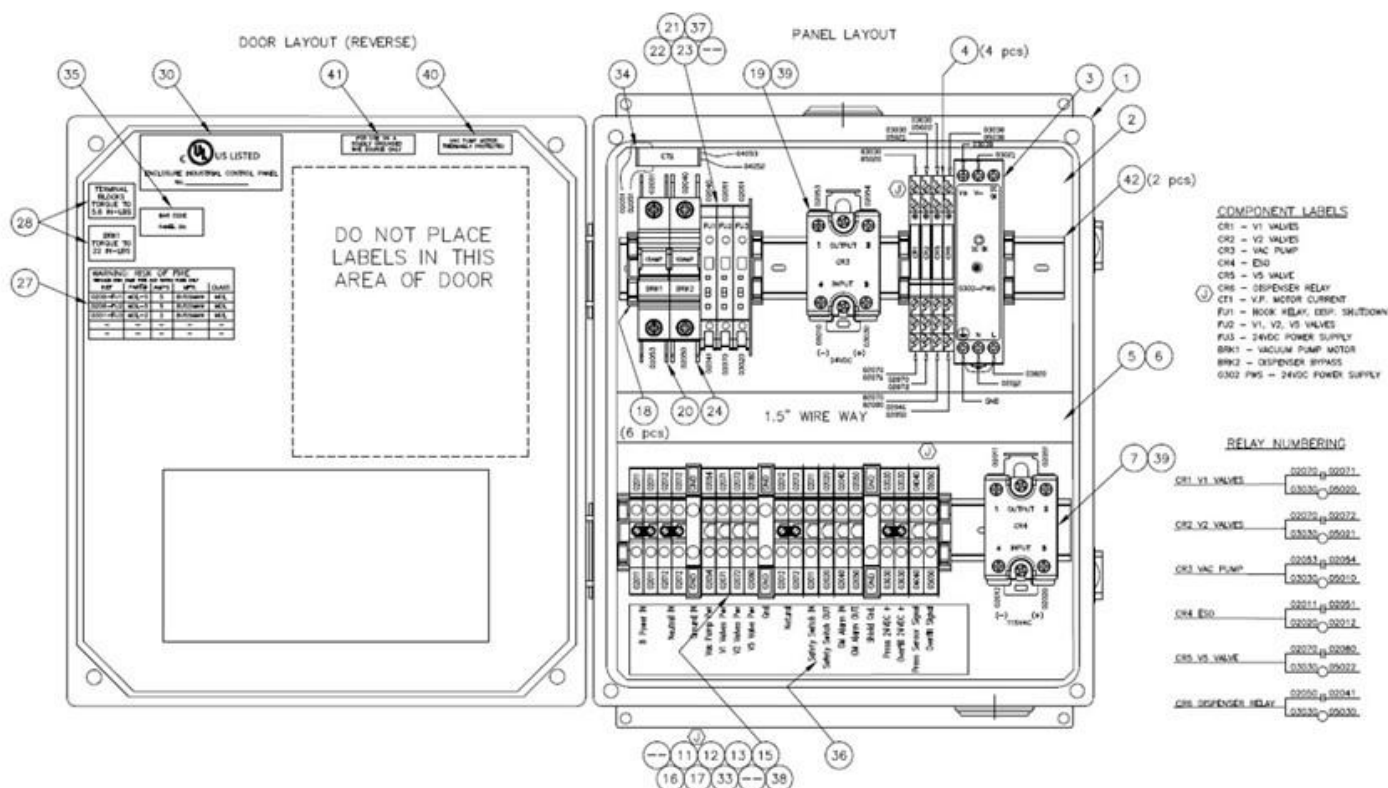

Figura 8-21: Componentes eléctricos del panel de control del VST
1.	Compruebe si se ha desconectado el disyuntor de la bomba de vacío (BKR1) en el panel de control. Vea la Figura 8-21. a) Ingrese a la pantalla de Mantenimiento usando el código 878 para deshabilitar el GREEN MACHINE. b) Abra la puerta delantera del panel de control. c) Compruebe el disyuntor BRK1 para ver si se desconectó: ● Si la palanca del disyuntor está hacia arriba y la ventana está en ROJO, el disyuntor no se ha desconectado. ● Si la palanca del disyuntor está hacia abajo y la ventana está en VERDE, el disyuntor se ha desconectado. d) Si el disyuntor no se ha desconectado, vaya al Paso 2. e) Si el disyuntor de la bomba de vacío se ha desconectado, mueva la palanca hacia arriba para reiniciar el disyuntor. f) Presione el botón Clear Motor Alarm para que la alarma se reinicie. Vea la Figura 8-17. g) Presione HOME en el PLC para regresar a la pantalla principal y se borrará la alarma. h) La GREEN MACHINE ahora se encuentra en modo de operación normal y funcionará si la presión del UST es superior a 0.2IWC. i) NOTA: SI EL DISYUNTOR DE LA BOMBA DE VACÍO SE SIGUE DESCONECTANDO, AVANCE AL PASO 2.